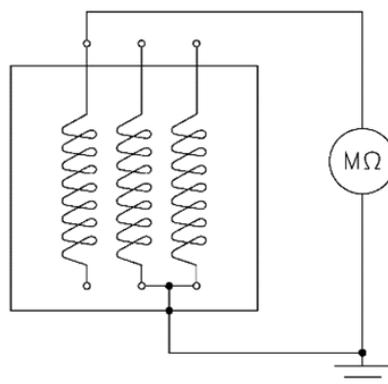

Abbildung 5-1
- **Haupt-Stator:** der Isolationswiderstand wird gemessen, indem man die Anschlüsse von den Reglern (Spannungsregler und andere Geräte) oder von jedem anderen Gerät an der Einheit trennt. Die Messung wird zwischen einer Phase und Masse durchgeführt, wobei die anderen beiden Phasen zusammen mit den Hilfskontakten ebenfalls an Masse geschlossen werden (dieser Vorgang ist an allen drei Phasen zu wiederholen). Siehe Abbildung 5-1 Messung des Isolationswiderstandes an der Statorwicklung.